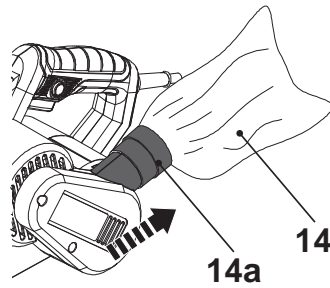

Fig. 8
3. Maintenez et tirez le connecteur **(14a)** du sac à poussières pour retirer le sac à poussières **(14)** (Fig. 8).